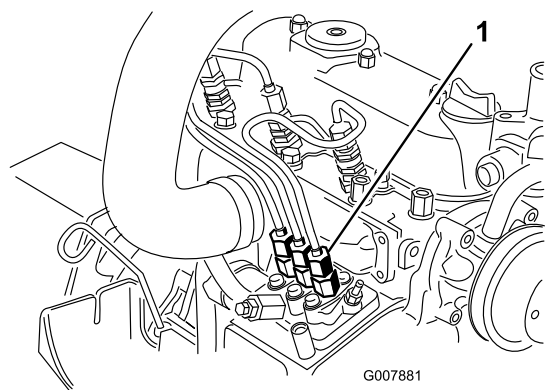

Рисунок 38
1. Поместите ветошь под соединение трубки, выходящей из насоса для впрыска топлива и идущей к соплу инжектора № 1, как показано на Рисунок 38.